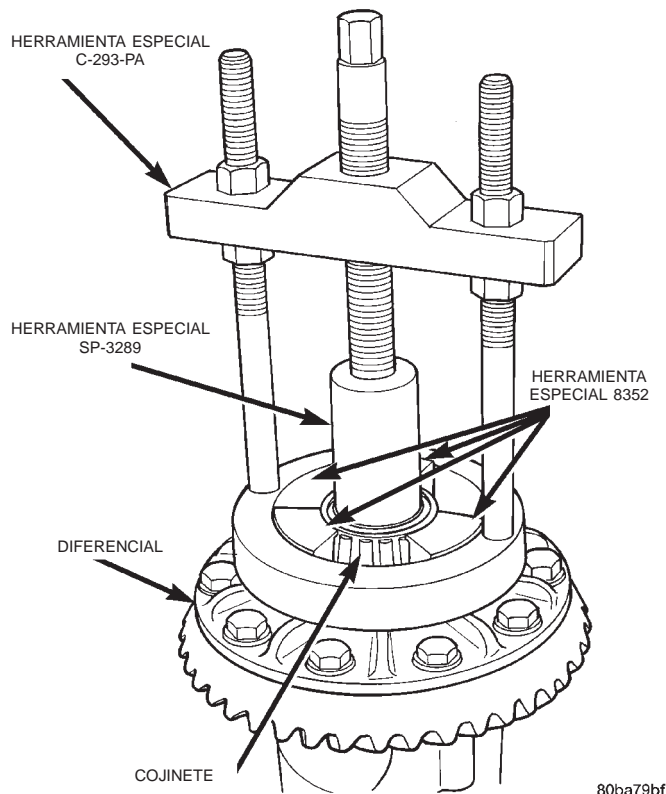

Fig. 32 Desmontaje del cojinete del diferencial
(1) Retire la caja del diferencial de la caja del eje.
(2) Retire el cojinete del lado de la corona de la caja del diferencial con la prensa y el extractor C-293-PA, los bloques de adaptador 8352 y el tapón SP-3289 (Fig. 32).
(3) Retire de la maza de la caja del diferencial la cámara impeleante del diferencial Vari-lok™.